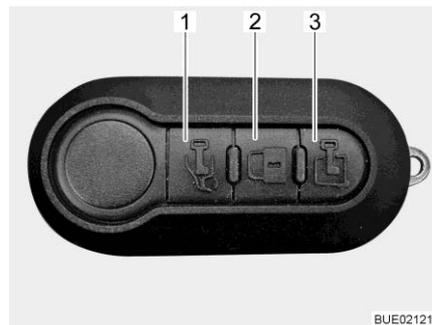

Fig. 64 Mando a distancia multifuncional (3 teclas)
Desbloquear puerta del conductor: ■ Pulsar la tecla  (Fig. 64,1) una vez brevemente. La puerta del conductor está desbloqueada.
Desbloquear puerta de entrada: ■ Pulsar la tecla  (Fig. 64,3) una vez brevemente. La puerta de entrada está desbloqueada.
- Pulsar la tecla  (Fig. 64,2) una vez brevemente. Todas las puertas están bloqueadas.